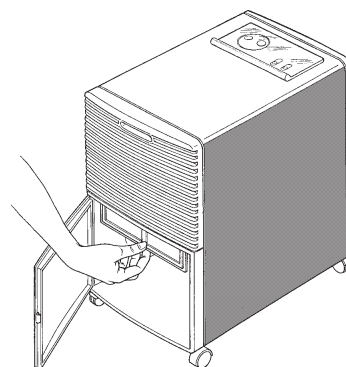

Fig. 4
- Pour ôter ce filtre, ouvrir la porte d'accès au réservoir, extraire le réservoir et extraire le filtre en le tirant vers le bas (fig. 4).